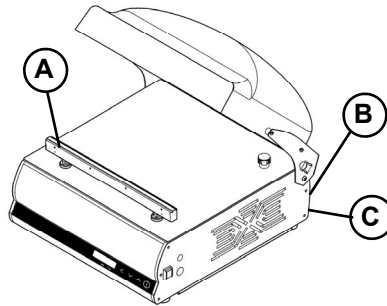

Fig. 1.8.2
1.8.1 - Warn- und Gefahrenschilder (Abb. 1.8.2)